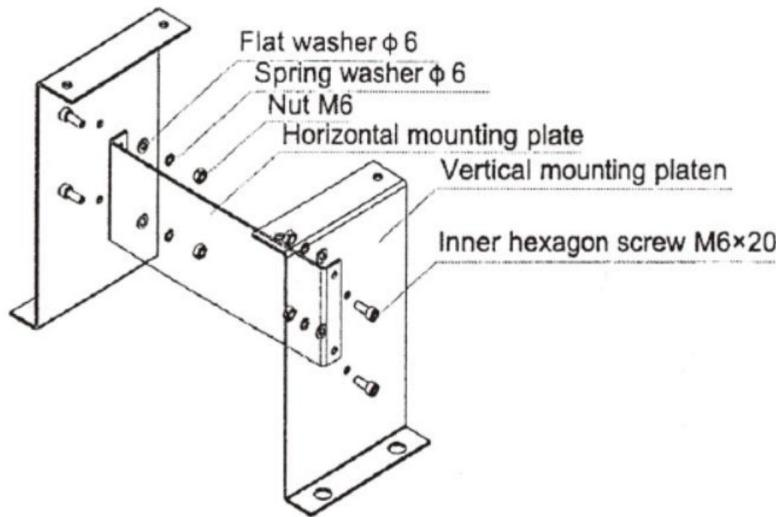

Abbildung 5
- a) Demontieren Sie vor der Installation das Kunststoffgehäuse am Hauptmotor und bewahren Sie die entsprechenden Befestigungselemente ordnungsgemäß auf. b) Wenn Sie die abnehmbare Montagebasis wählen, sollte die Basis zuerst wie in Abbildung 5 gezeigt zusammengebaut werden: